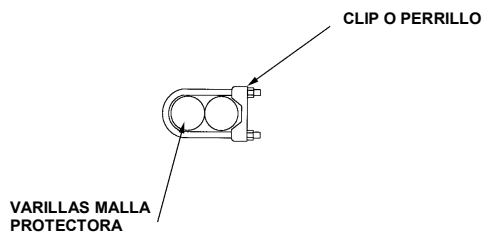
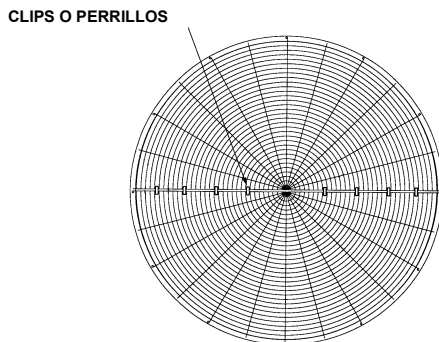

Figura 24 - Colocación de Clips
Figura 25 - Separación entre Clips
3. Unir las dos mitades de la malla protectora con clips o perillos (Figura 24). Hay 4 clips en cada lado de la malla y deben espaciarse como se muestra en la figura 25.